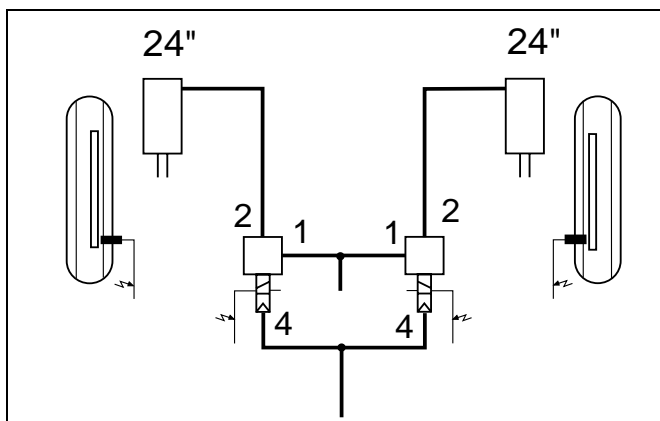

Abb. 5 Steuer- und Vorratsleitung möglichst symmetrisch aufteilen und den Ventilen zuführen.
- Die Position der ABS Relaisventile im Fahrzeug und ihre Verrohrung zur linken und rechten Fahrzeugseite hin muss möglichst symmetrisch zur Fahrzeughängsachse aufgebaut sein (Abb. 5).